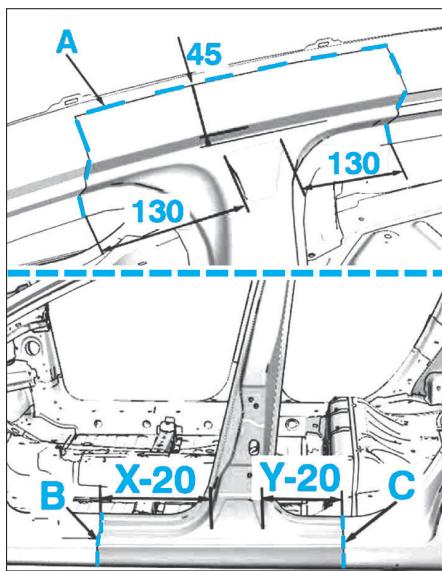
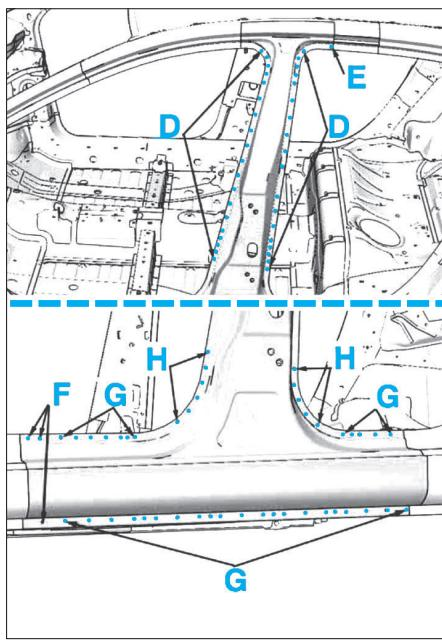

FIG. 35
FIG. 36
- Dépointer et couper aux endroits indiqués en A, B, C, D, E, F, G et H (Fig.35) et (Fig.36).